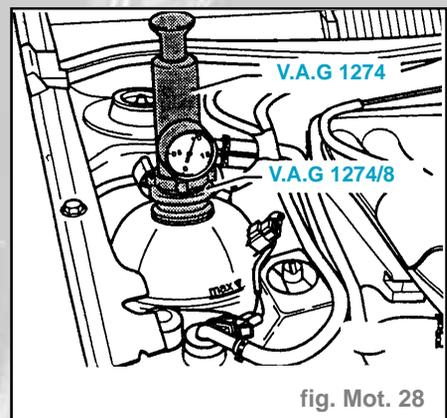

fig. Mot. 28
- Placer le contrôleur **VW 1274** avec l'adaptateur **1274/8** sur le vase d'expansion (fig. mot. 28).